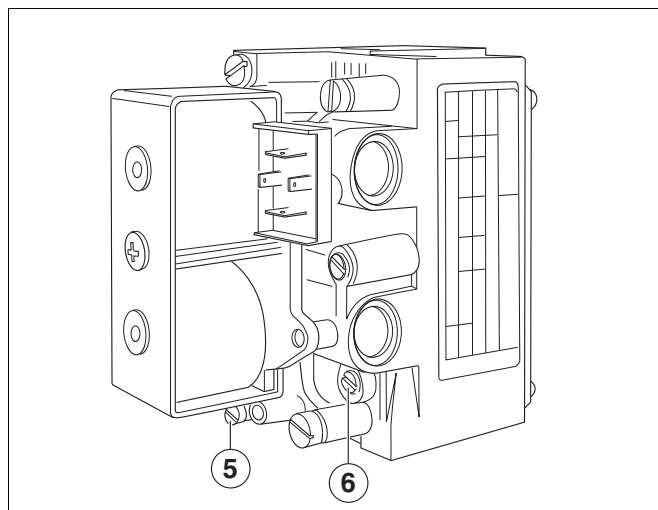

Рис. 5 Газовая арматура SIT 830 Tandem
- Удалите заглушку из отверстия выпуска воздуха (рис. 5).
- Примерно через 10 секунд после открытия арматуры, что распознаётся по лёгкому щелчку, определите давление по манометру и вращением винта пусковой нагрузки (рис. 5) в сторону плюс или минус установите